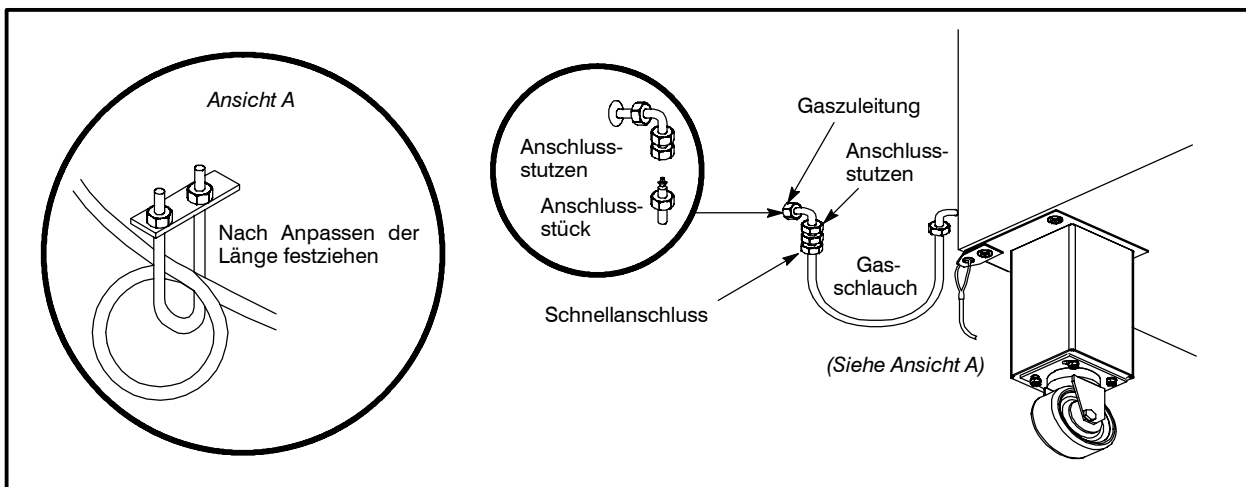

Abbildung 19
- Die Lasche sollte hinreichend kurz sein, um jegliche Spannung am Anschlussstück zu verhindern. Einzelheiten zum Anpassen der Länge sehen Sie in Abbildung 19 Ansicht A.